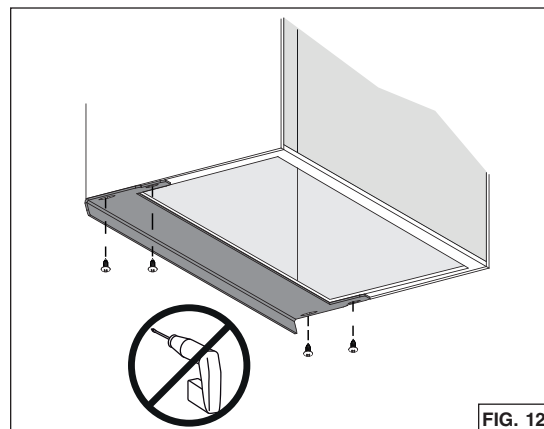

FIG. 12
8. Des bandes protectrices, sous 3 différents formats, sont incluses avec ces appareils. Elles conviennent à des armoires allant jusqu'à 13 po de profondeur. Pour des armoires allant jusqu'à 15 po de profondeur, un autre ensemble de 4 bandes protectrices est offert (pour BBN2243SS: HADTBN24, pour BBN2303SS: HADTBN30). Choisir la bande qui peut couvrir la lisière arrière de l'armoire. Utiliser 4 vis à bois à tête bombée n° 6 x 3/4 po (incluses) pour la fixer (FIG. 12).